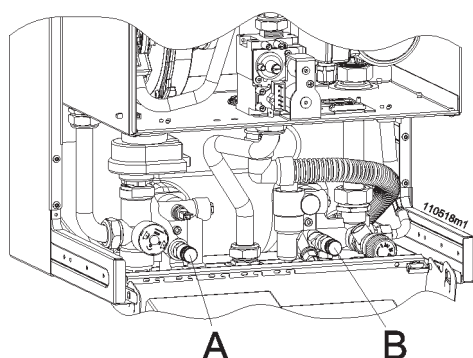

Figura 51 - Rubinetti di scarico circuito riscaldamento
- collegare ai rubinetti di scarico "A" e "B" (vedi figura 51) un tubo flessibile di gomma e convogliarlo nello scarico di un lavello o simile;